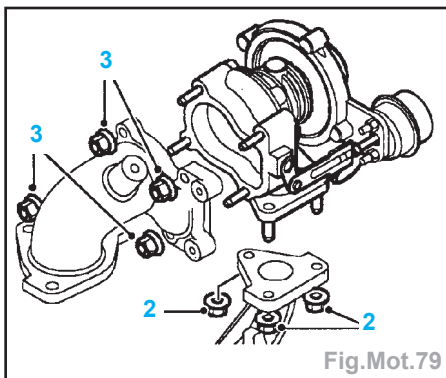

Fig.Mot.79
- Enlever les 3 écrous (2) et déposer le turbocompresseur du collecteur d'échappement (Fig.Mot.79).